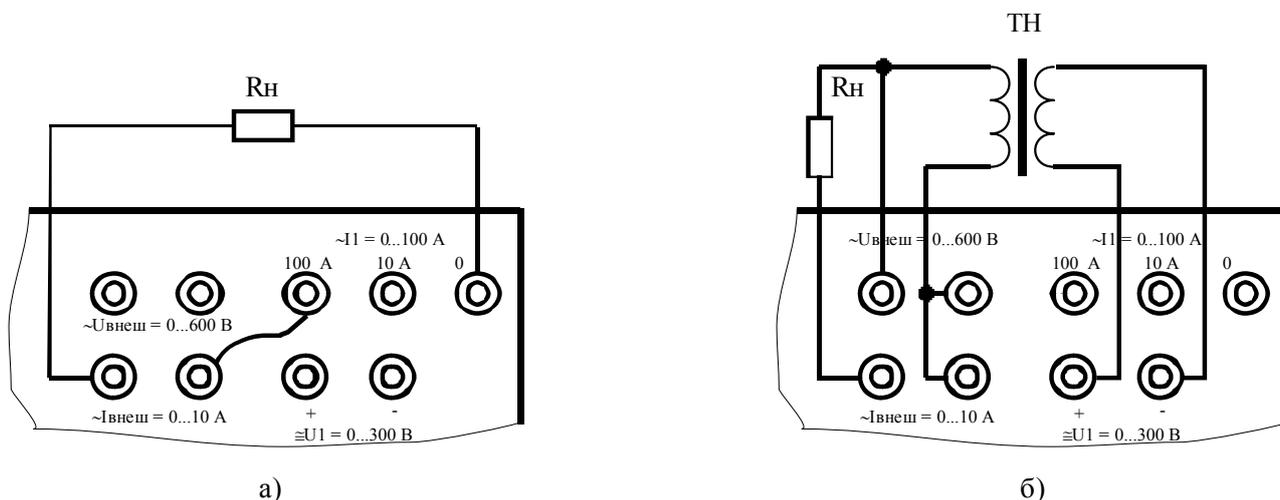

Рисунок 3 – Использование канала измерения внешнего тока (а) и канала измерения внешнего напряжения (б) при работе в режиме 1
В данном случае, для точного измерения малых токов можно воспользоваться измерителем внешних токов. Для этого необходимо подключить нагрузку согласно рис. 3а и перевести переключатель «Внешн./I1» (см. п. 6.2.2.3) в положение «Внешн.». На индикаторе отображается значение напряжения на выбранном выходе и тока в нагрузке, измеренного с помощью измерителя внешних токов.
8.3.1.7 Проверку работы четырехполюсников (например, трансформаторов) можно выполнять по схеме, показанной на рис. 3б. При установке переключателя «Увнешн/U1» в положение «U1», а переключателя «Uвнешн/I1» – в положение «I1» на индикаторе отображаются значения параметров сигнала, подаваемого на вход четырехполюсника. При переключении переключателей в положения «Увнешн» и «Uвнешн» соответственно, на индикаторе отображаются значения параметров сигнала на выходе четырехполюсника.